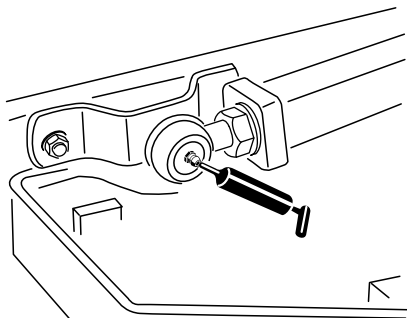

Figura 70
- Duas rótulas de elevação da barra de ligação (Figura 70)